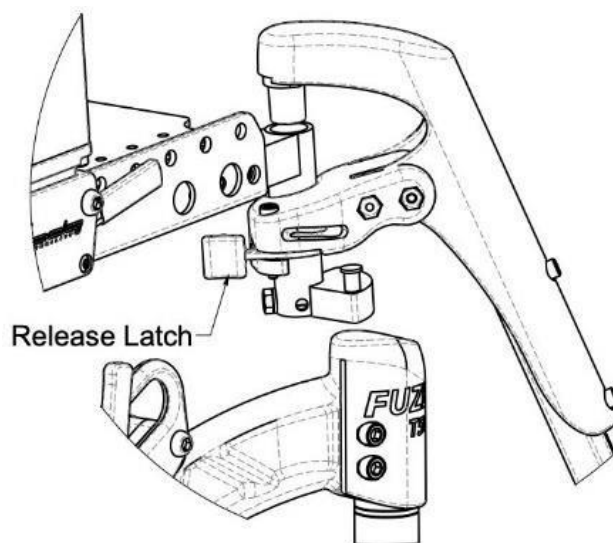

Fig. 1: Swing-Away låsemekanisme.
1. Placer fodstøtten ca. 45° ud fra kørestolen (fig. 1).
2. Låsemekanismen frigøres ved at trykke på udløsergrebet (fig. 1).